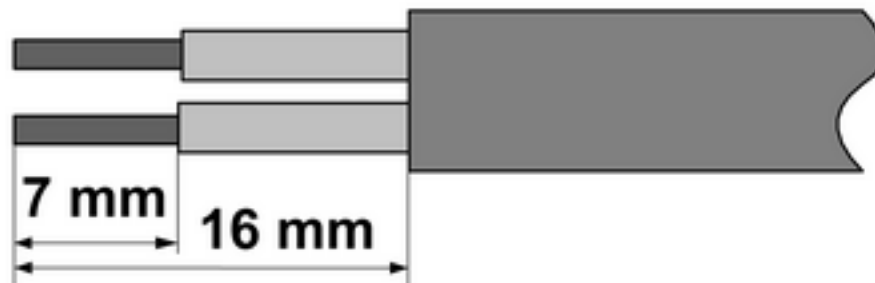

Bild 3: Abisolierlängen
- Anschlussleitungen nach Vorgaben abisolieren (Bild 3).